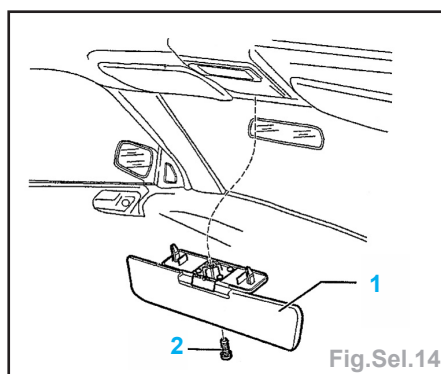

Fig.Sel.14
- Décliper l'obturateur (5) et déposer la vis (4).
- Dégager la fixation (3) de son logement et déposer le pare-soleil.
- Déposer le cache (6).
- Déposer les 2 vis (7) et retirer la fixation.
- Abattre le pare-soleil central (1), déposer les vis de fixation (2) et le pare-soleil (Fig.Sel.14).